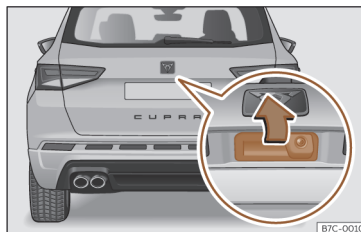

Fig. 54 Porta da bagageira: abertura a partir do exterior.
- **Abriu:** faça uma ligeira pressão na pega. Abre-se automaticamente. >>> **Fig. 54.**